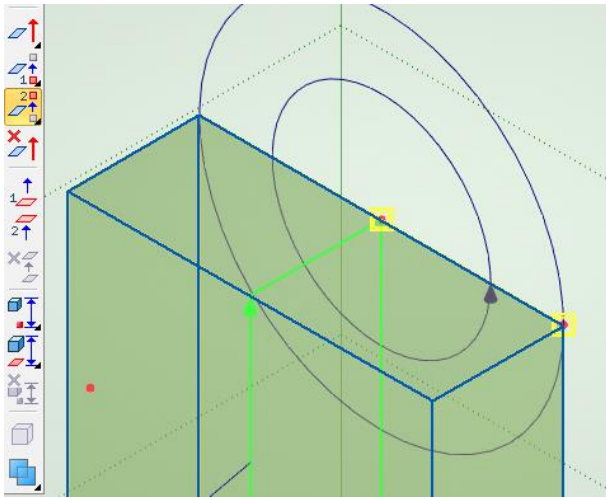

Рисунок 3.13 – Создание тела детали
5) Примените к профилю (созданному из штриховки на главном виде) операцию «Выталкивание». Для получения 3D тела укажите 3D узел 2 и 3D узел 5 (рисунок 3.13). В обратном направлении укажите «симметрично».